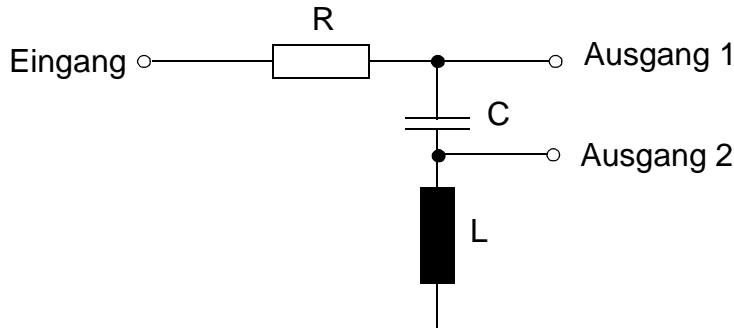

Abbildung 2: RLC-Glied
1. Bauen Sie gemäß Abbildung 2 ein RLC-Glied mit $R=100\text{ Ohm}$, $C=1\text{ nF}$, $L=220\text{ Mikrohenry}$ auf und speisen Sie es mit dem Taktsignal (aus dem Pufferverstärker)